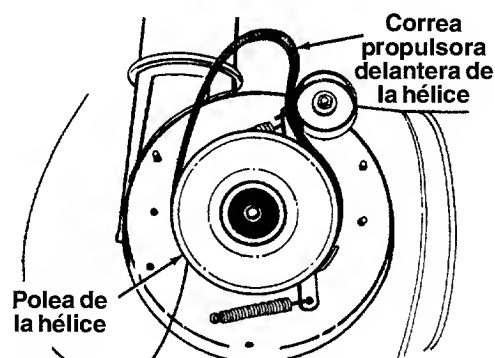

FIGURA 22
- Separe el armazón del conjunto del armazón parándose en la posición operativa y levantando de los mangos. El armazón y la armadura se separarán, y la correa propulsora posterior de la hélice saldrá de la polea. Vea la figura 22.
- Para extraer la polea propulsora delantera, empuje la polea intermedia hacia la izquierda y levante la polea propulsora delantera, de la polea delantera de la hélice. Vea la figura 22. Reemplace ambas correas propulsoras de la hélice siguiendo las instrucciones en orden inverso.